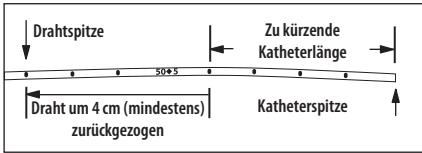

Abbildung 2
- 7. Den Platzierungsdraht durch das Septum zurückziehen, bis er mindestens 4 cm hinter der vorgesehenen Schnittstelle des Katheters liegt (siehe Abbildung 2).